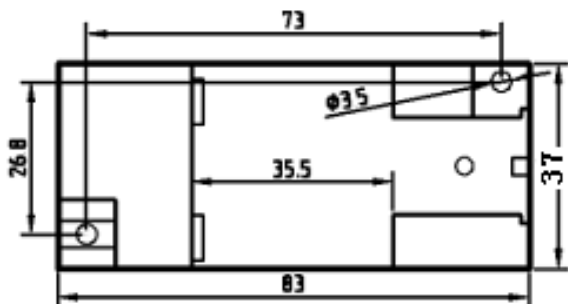

图 8 安装尺寸图
产品采用 DIN35 导轨式安装或螺钉固定安装, 其安装尺寸如图 8 所示。
- ① 把变送器固定卡槽一侧勾在安装导轨上;
- ② 向下牵动弹簧销;
- ③ 使变送器卡口套在安装导轨上;
- ④ 松开弹簧销, 变送器卡在安装导轨上。
- ① 按图 8 所示的螺孔位置在固定板上打直径为 3mm 孔;
- ② 使用 $\Phi 3$ 的螺钉插入孔中固定。